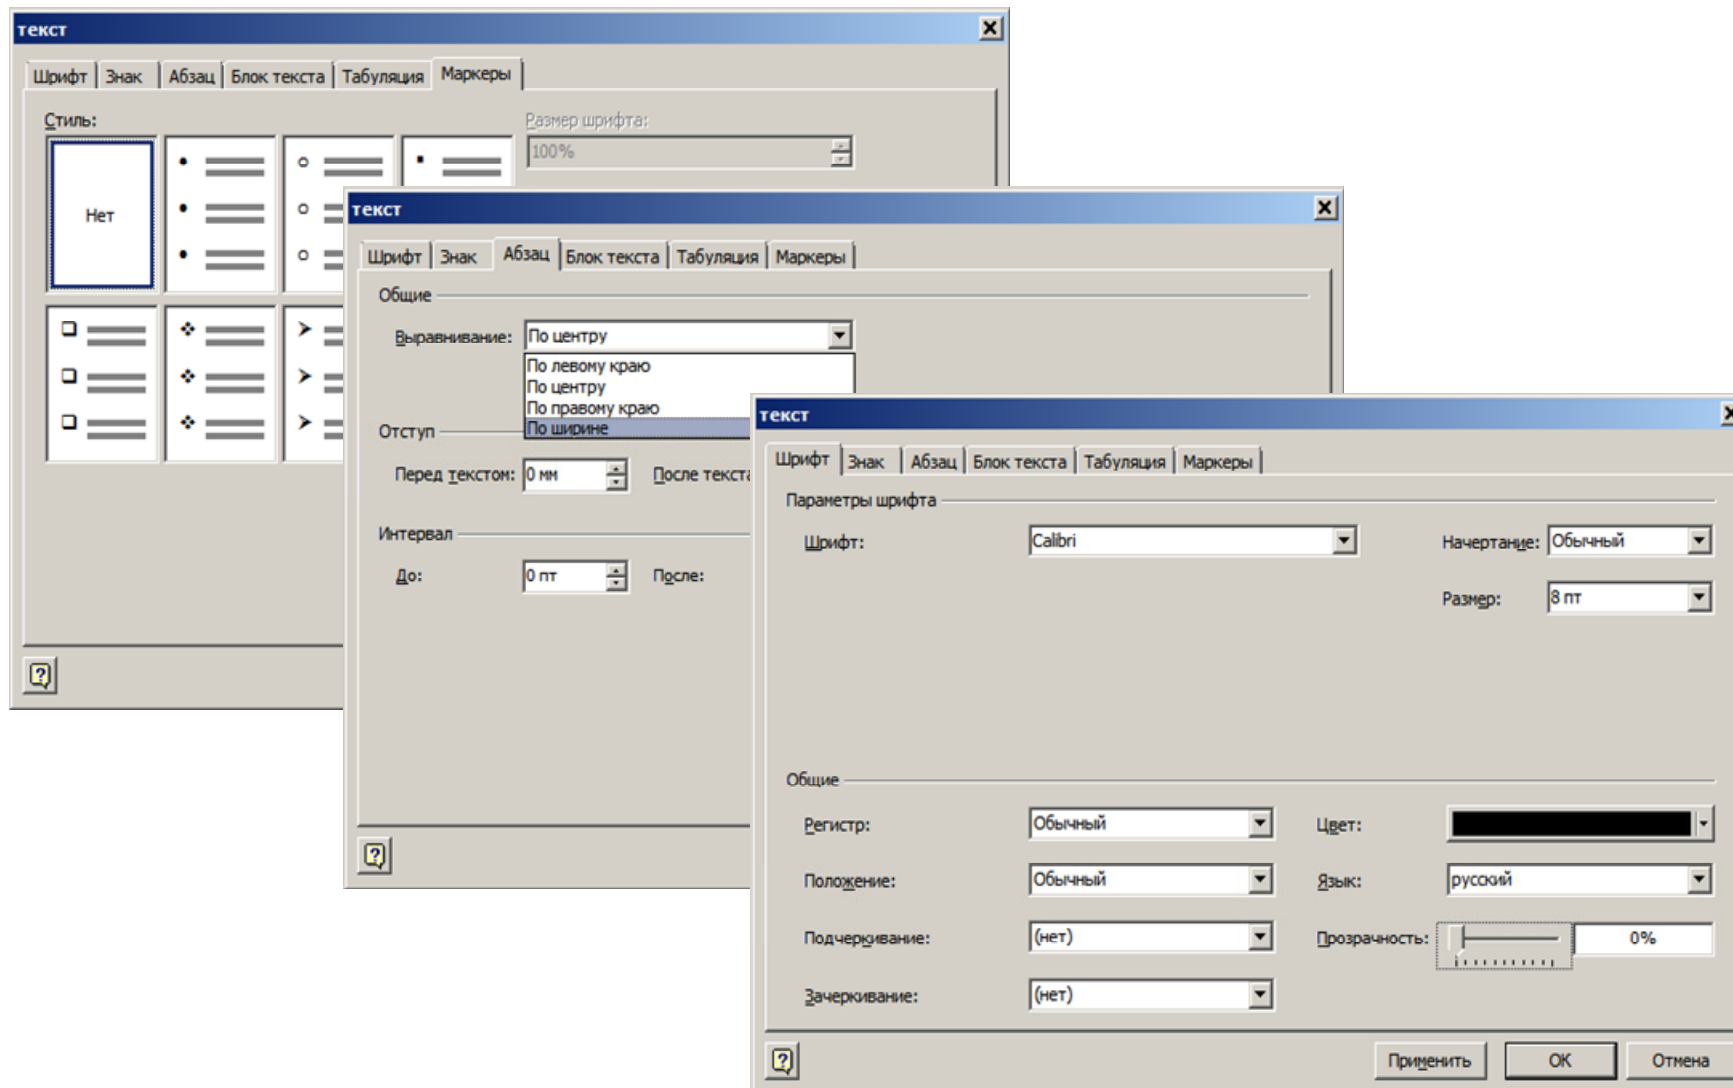

Рис. 1.22. Діалогові вікна форматування тексту
- різні способи виклику діалогового вікна *Текст* (рис. 1.22) – наприклад, команда *Формат* контекстного меню або кнопки  розділів стрічки *Шрифт*, *Абзац* тощо.